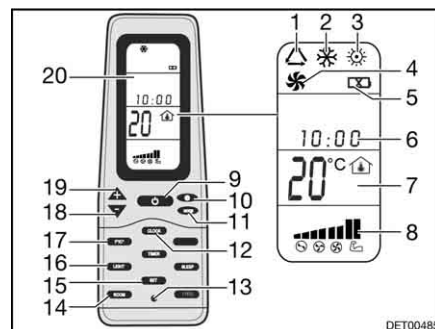

Bild 145 Fjärrstyrning
- Tryck på knappen ON/OFF (Bild 145,9).
- Tryck så många gånger på knappen "Mode" (Bild 145,11) tills önskad driftstyp (Bild 145,1, 2, 3 eller 4) visas på displayen (Bild 145,20).
- Ställ in önskad temperatur med knapparna "+" (Bild 145,19) och "-" (Bild 145,18).
- Med knappen Fläktvarvtal (Bild 145,10) väljs önskad fläktkapacitet.